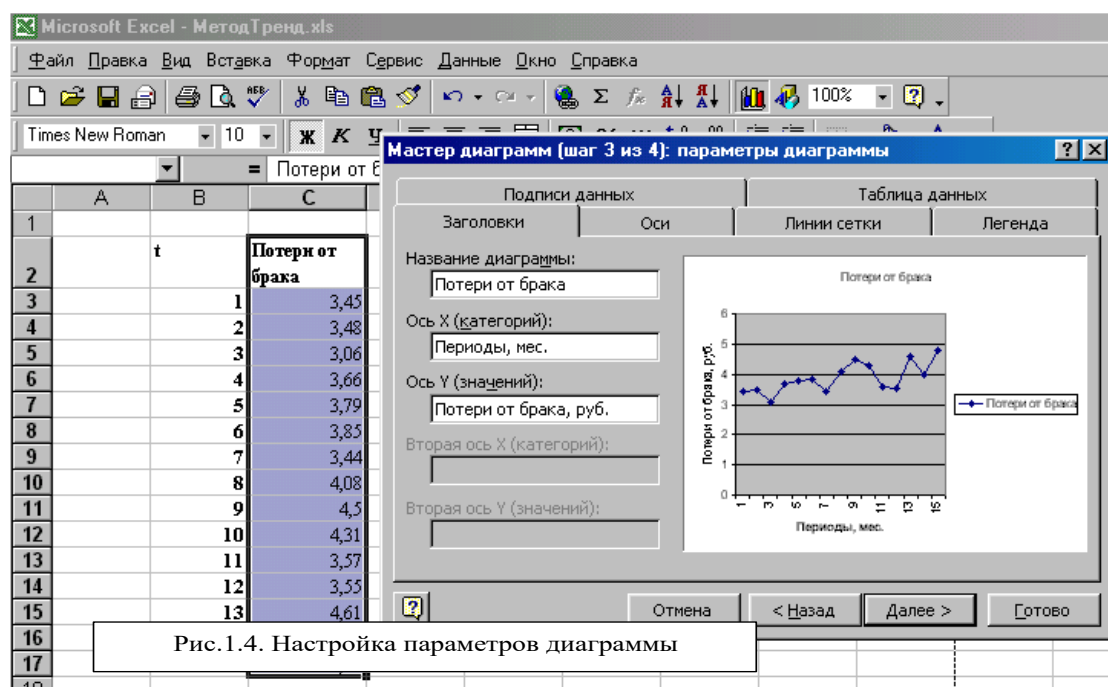

Рис.1.4. Настройка параметров диаграммы
1.4. Настройка диаграммы является наиболее сложным этапом работы Мастера диаграмм. В появившемся диалоге окне предлагается большое количество самых различных параметров диаграммы (Рис.1.4.). Если параметры не изменяются, то используются установленные по умолчанию.